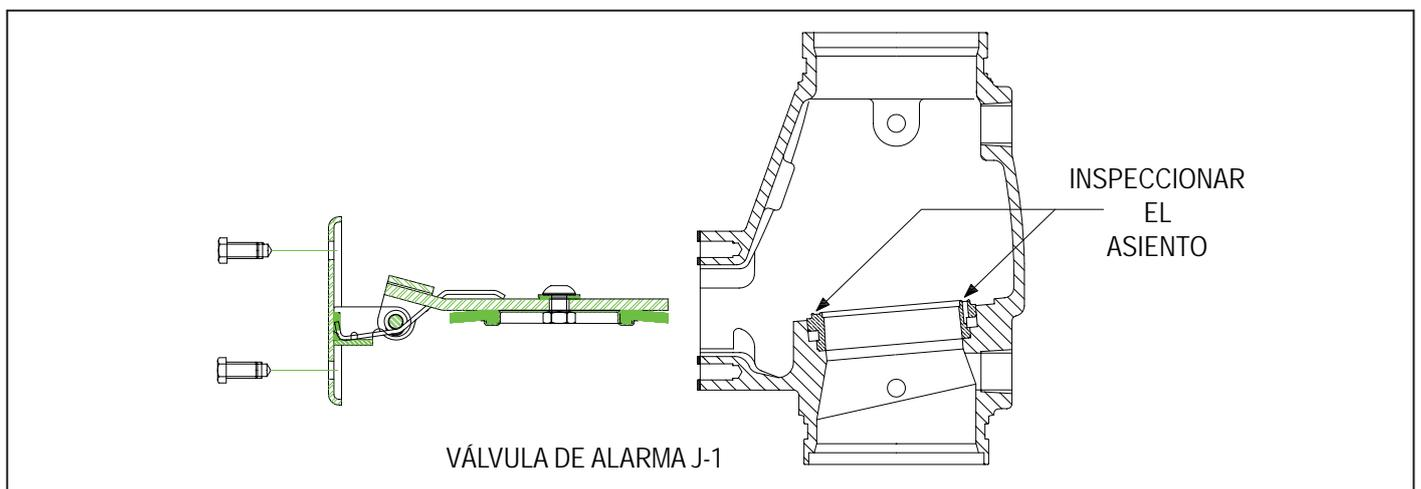

Figura 47
5. Revisar el asiento de la clapeta. Limpiar cualquier contaminante, suciedad o depósitos que encuentre (Figura 47).